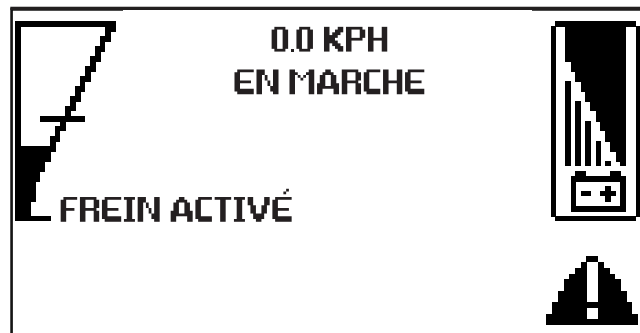

Figure 5-13
4. Lorsque le mode de tonte en marche arrière est activé (une lampe témoin s'allume et un symbole d'avertissement est affiché dans le coin inférieur droit de l'écran), l'appareil peut être utilisé en marche arrière avec les lames engagées. Voir Figure 5-13.